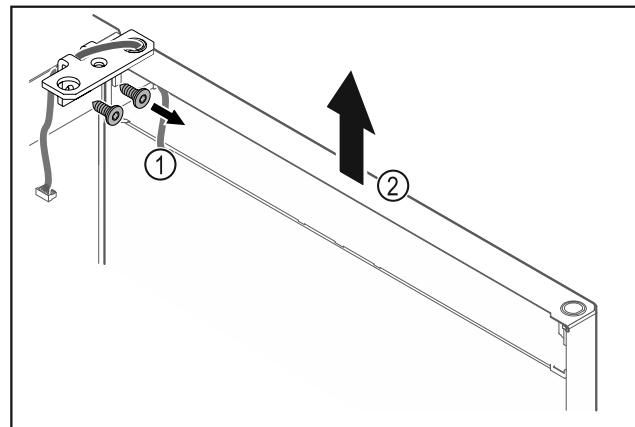

Fig. 26
- ▶ 拧下合页角铁 Fig. 26 (1)。
- ▶ 将冰箱门连同合页角铁一起笔直向上提升 Fig. 26 (2)大约200 mm 并取下。